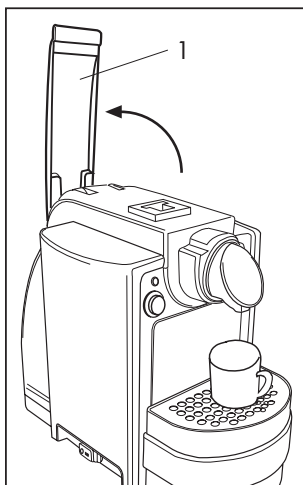
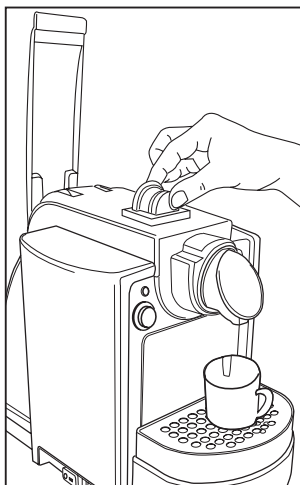

Fig. 8
Fig. 9
- Sollevare indietro lentamente (fino all'arresto) la leva di comando (1) (Fig. 8) e inserire una capsula nell'apposito spazio (Fig. 9)
- Sollevare indietro lentamente (fino all'arresto) la leva di comando (1) **(Fig. 8 pag. 9)** e inserire una capsula nell'apposito spazio **(Fig. 9 pag. 9)**